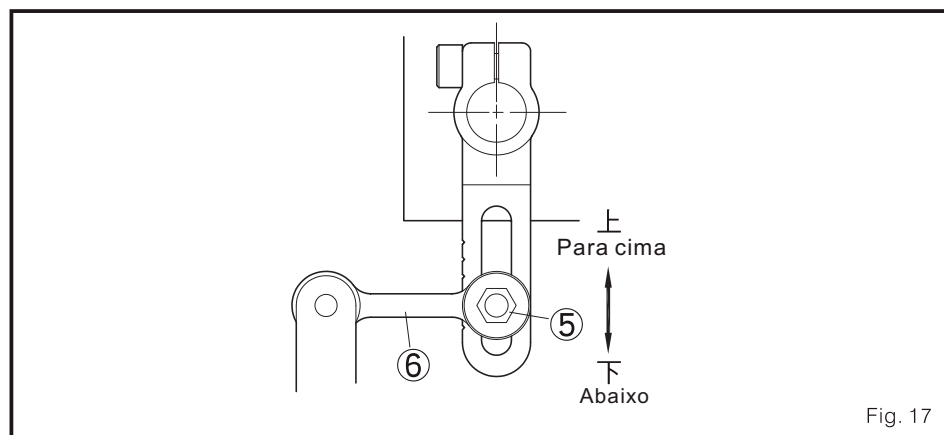

Fig. 17
4. Para ajustes menores, solte o parafuso 5 e mova a barra conector 6 para cima e para baixo ter um resultado querido. Promover aumentando a quantidade puxada e arrastou. Rebaixar isto diminuirá a quantidade puxada e arrastarão. (Fig. 17)